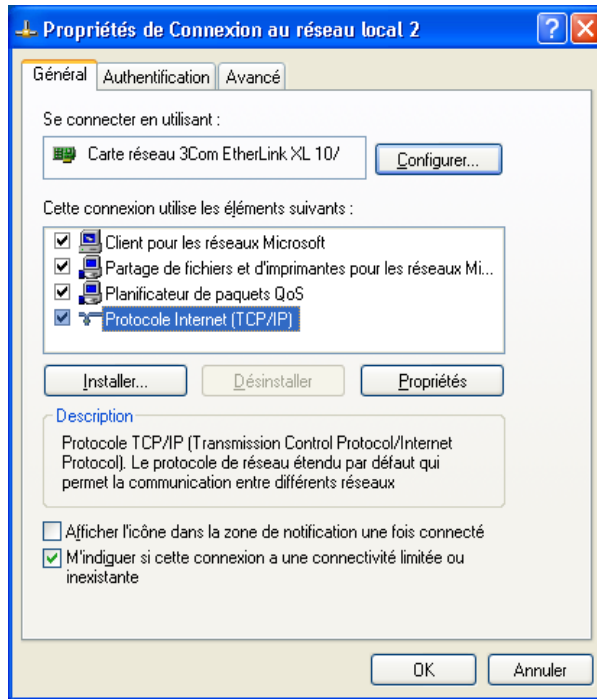

Figure 2-1 : Boîte de dialogue Propriétés de Connexion au réseau local
4. Cliquez avec le bouton droit sur l'icône **Connexion au réseau local** et cliquez sur **Propriétés** pour ouvrir la boîte de dialogue Propriétés de Connexion au réseau local (Figure 2-1).